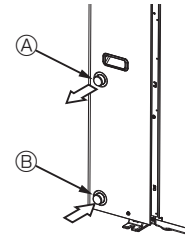

Fig. 4-1
### 4.1. Vesiputkien liitäntä (Fig. 4-1)
- Tulo- ja lähtöputkien sijainti näytetään Fig. 4-1.
[Fig. 4-1]